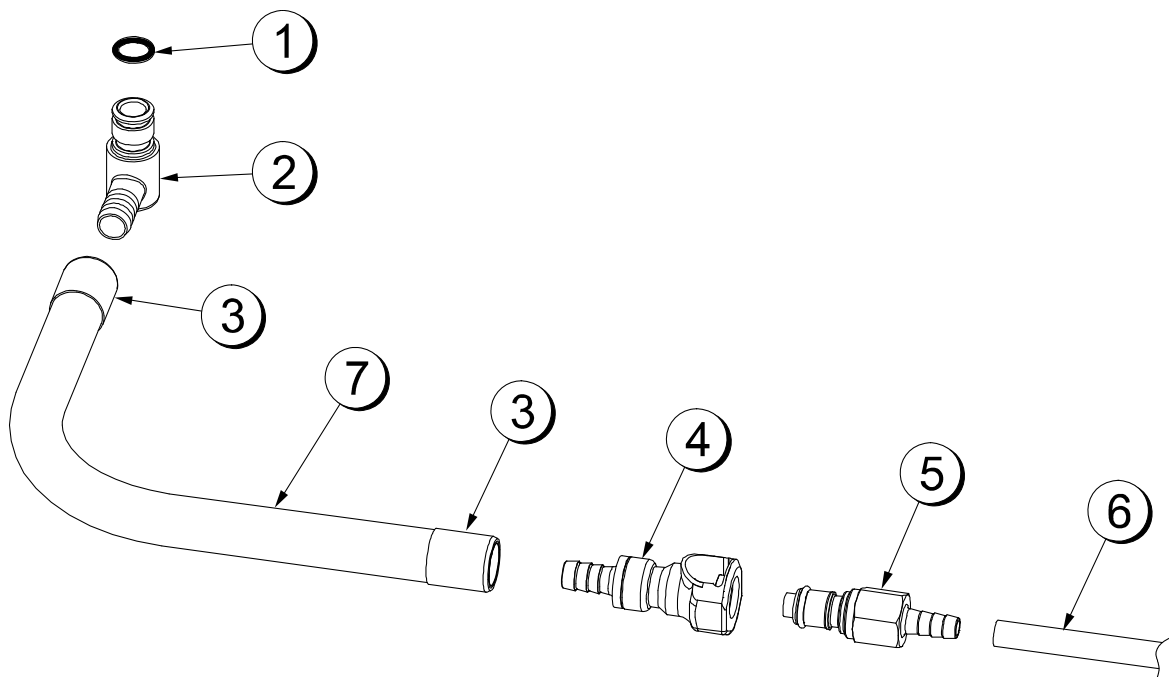

**Figura 9**
**X59304 Conjunto da linha de xarope – Xarope de baixa viscosidade (Veja a Figura 9)**